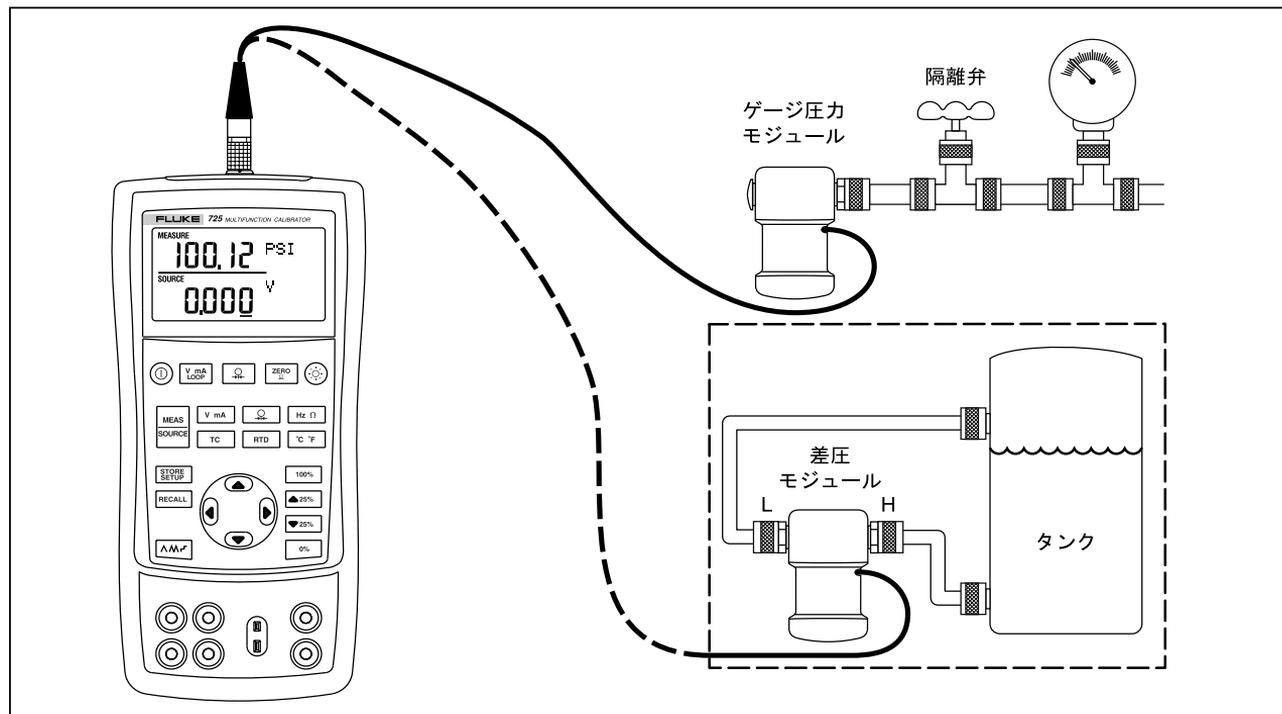

図 13. 圧力測定接続
1. 図 13 に示すように圧力モジュールを本器に接続してください。圧力モジュールのネジは 1/4 NPT 標準パイプに合うようになっています。必要に応じて、付属の 1/4 NPT - 1/4 ISO アダプターを用いてください。